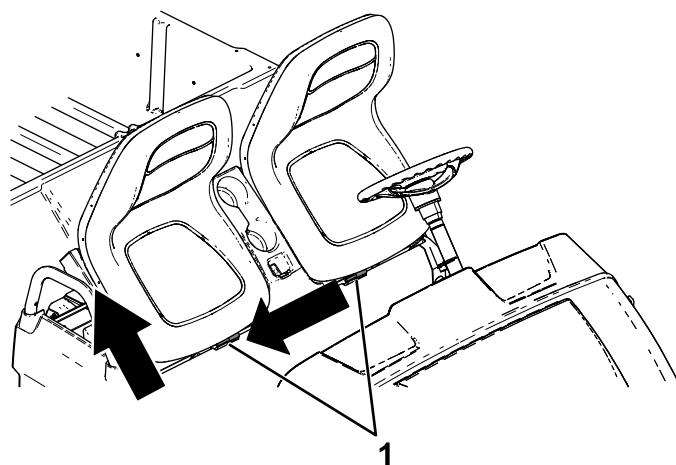

Figura 27
2. Fate scorrere il gruppo sedile sul lato estraendolo dai perni e sollevatelo (**Figura 27**).